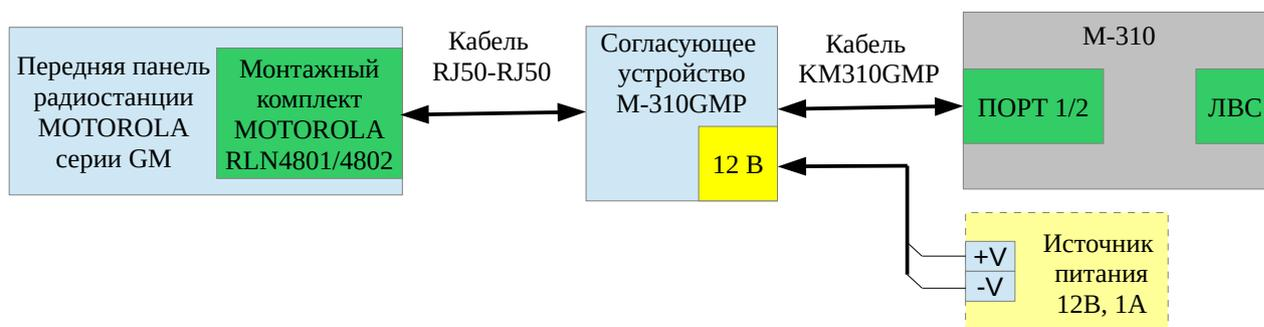

Рис. 3.2.2 Схема подключения панели управления радиостанции MOTOROLA серии GM.
- 6) «Панель MOTOROLA GM» - режим организации рабочего места оператора с использованием вынесенной панели управления радиостанций MOTOROLA GM140/340/640, GM160/360/660 и GM380/1280 оснащённой монтажным комплектом MOTOROLA RLN4801/4802/4780 (в соответствии с моделью радиостанции) (рис. 3.2.2). Подключение выполняется через соединительный кабель КМ310GMP (прил. 2.6) и согласующее устройство М-310GMP.